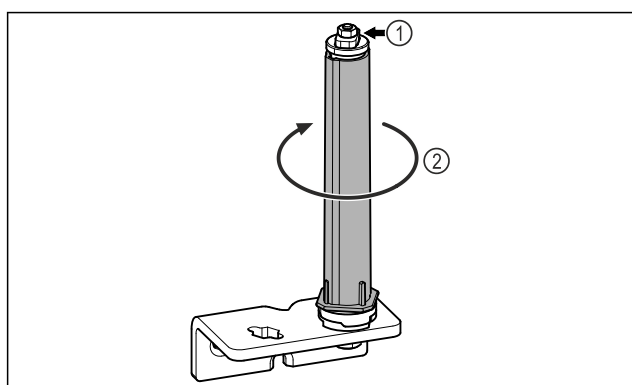

Fig. 14
- Non disassemblare il sistema di chiusura della porta Fig. 14 (1).
- Ruotare il sistema di chiusura Fig. 14 (2) finché non scatta.